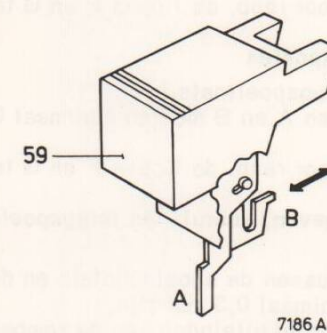

Fig. 6
#### D. Druktoetskap 59 (Fig. 6)
**IV. INSTELLING VAN DE STOPTOETS (Fig. 6)**